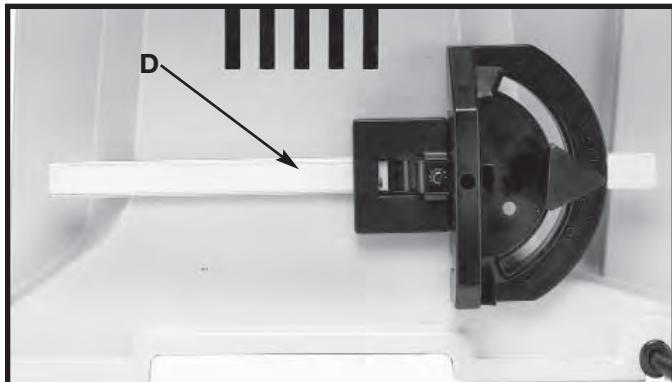

Fig. 23
- A Fig. 23 mostra o graminho (D) inserido no prendedor.